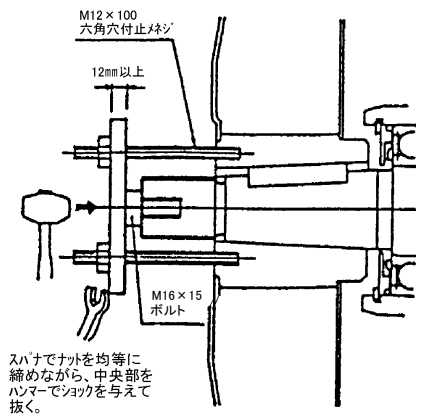

図 9-4
9.3.4 ベアリングケース(図 9-4,5,6)
右図の要領でドラムを取り外してください。(図 9-4)